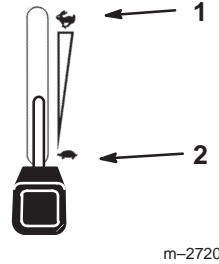

Figure 14
5. Placez la manette d'accélérateur en position de régime maximum pour démarrer à froid (Fig. 14).
1. Désengagez la PDF (Fig. 14).
2. Réglez la manette d'accélérateur à mi-course entre les positions de ralenti et de régime maximum (Fig. 14).